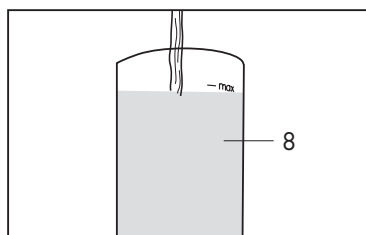

Fig. 2
- Riempire il serbatoio fino al raggiungimento del livello massimo indicato (MAX). (Fig.2)